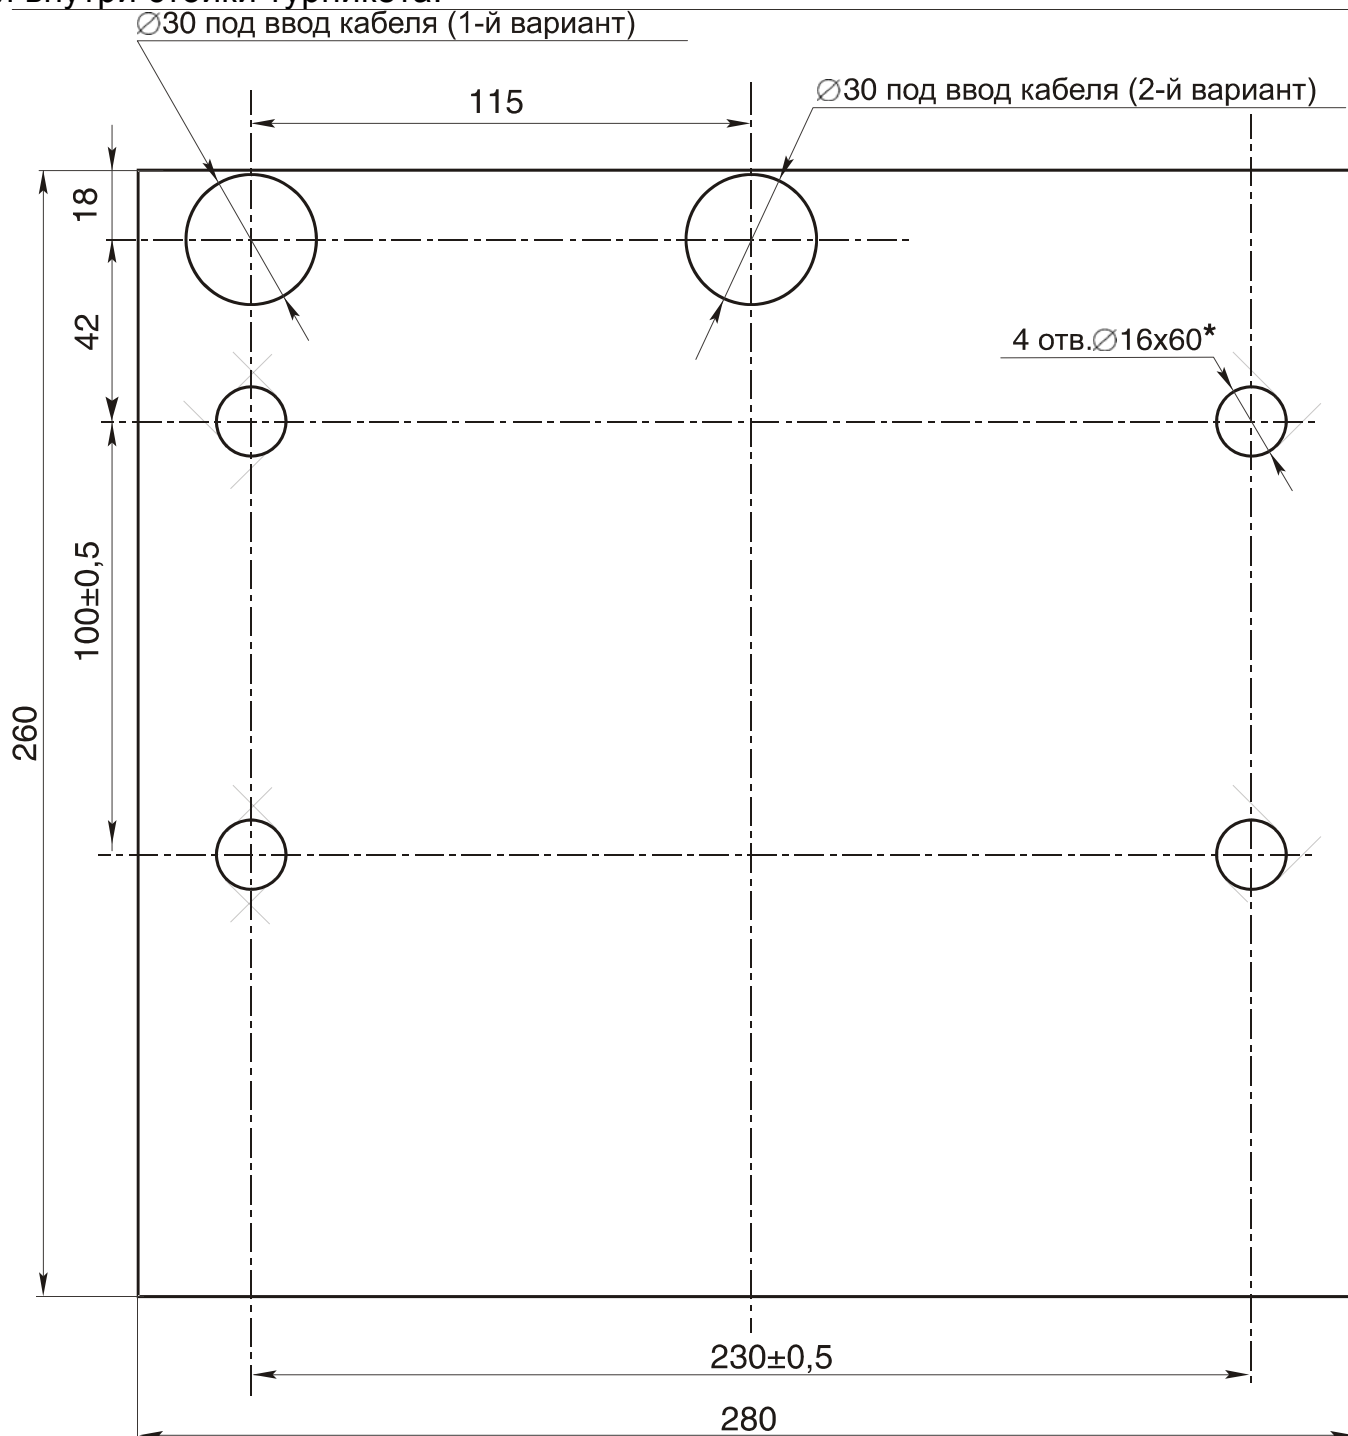

Рисунок 9 - Разметка отверстий в полу под крепление стойки турникета и отверстия для ввода кабелей
8.4.2 Подготовьте в полу отверстия под гильзы анкеров (15) для крепления стойки турникета (см. рисунок 9).
Примечание - При необходимости прокладки кабелей под поверхностью пола подготовьте в полу кабельный канал, подходящий к отверстиям для ввода этих кабелей в стойку турникета (вариант 1 или 2, рисунок 9). Установку и крепление стойки турникета производите после прокладки всех кабелей в кабельном канале и внутри стойки турникета.